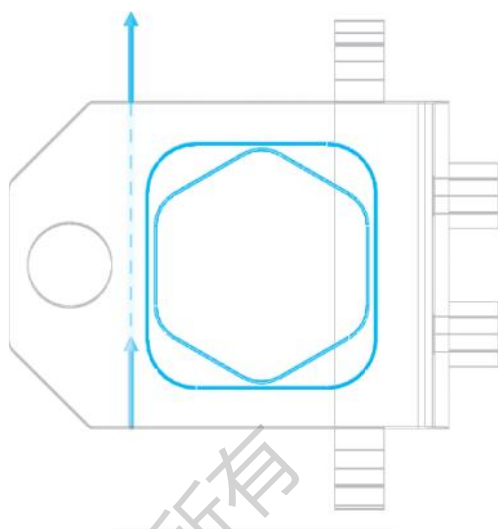

图 11-77 选择加工边界
1) 选择【刀路】/【外形】命令, 系统弹出【线框串连】对话框, 以【线框】/【单体】的形式选择如图 11-77 所示台阶的外形轮廓线, 注意箭头方向, 此时刀具补偿方向为左补偿, 单击【确定】按钮 。